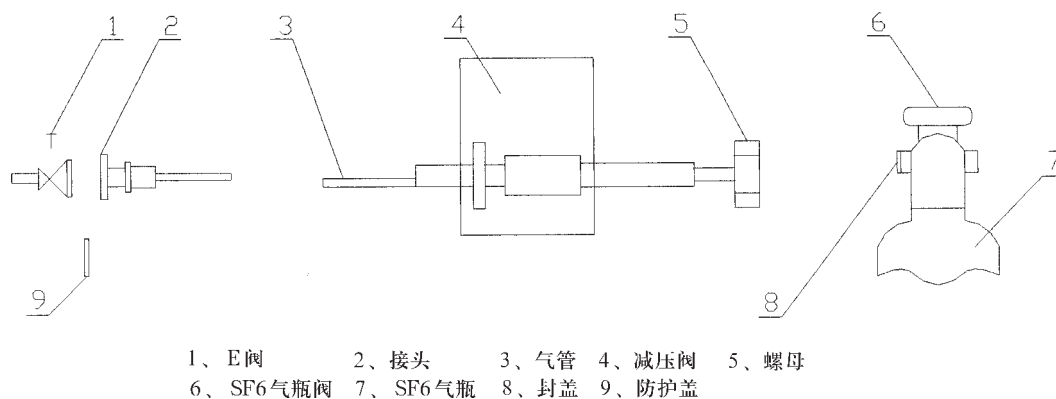

图 16 SF6 气体充气
3.5.1.1.1 在设备的供气口图 10E 阀与真空泵间接好充气管，见图 16 SF₆ 气体充气图。